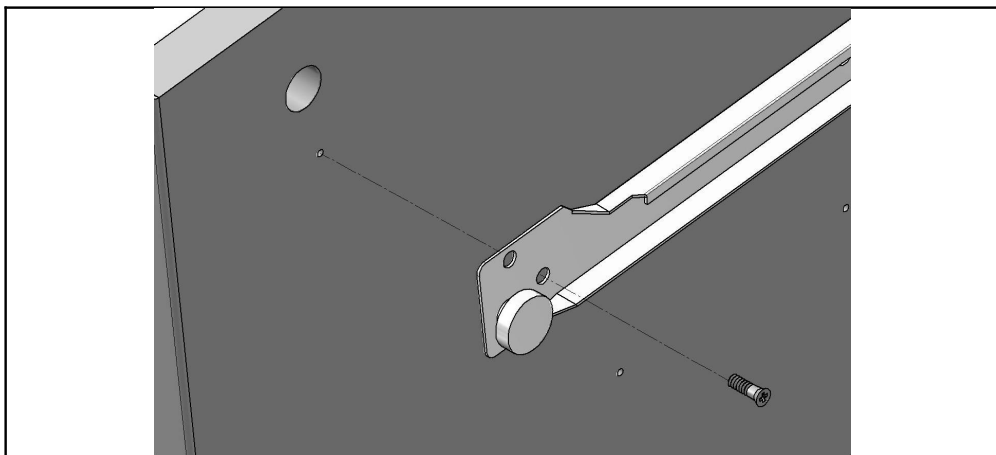

Рис. 2
4.1.2. К боковине левой (поз. 4) прикрутить направляющие роликовые левые L=500 (наружные) (поз. 24, 25) при помощи евро-винтов ЕС4,0x13 или саморезов с потайной головкой 3,5x16 (поз. 21) (см. рис. 2а), предварительно совместив отверстия в направляющих роликовых левых с отверстиями в боковине левой (см. рис. 2)
Рис. 2а